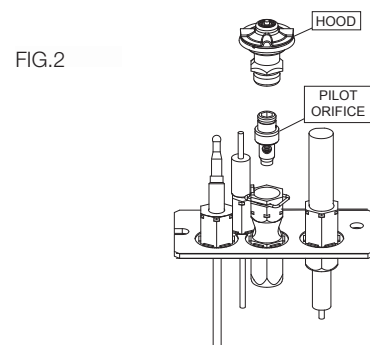

FIG.2
9. To convert the pilot, remove the clip from the side of the pilot with pliers. Pull the pilot hood off. Using a 5/32" hex head Allen key, remove the pilot orifice. Replace the pilot orifice with the one supplied. Align the pilot hood back to its original position and place the clip back on the pilot. (FIG.2)
9. Pour convertir le capuchon de veilleuse, enlevez les épingles du côté de capuchon de la veilleuse. Tirez le capuchon de veilleuse. En utilisant une 5/32" clé Allen à tête hexagonale, enlevez l'injecteur de veilleuse. Remplacer l'injecteur de veilleuse avec celui fourni. Alignez le capot de pilote à sa position d'origine et placer l'épingle de retour sur le pilote. (FIG. 2)